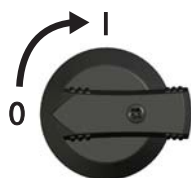

Abbildung 28
► DC-Lasttrennschalter am Wechselrichter auf Position I stellen (Abbildung 28). Nach einer Prüfung durch die interne ENS (ca. 2 Minuten) kann am Display die eingespeiste Leistung angezeigt werden (Sonneneinstrahlung vorausgesetzt).